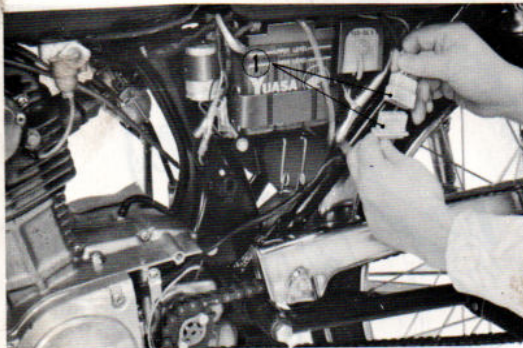

Fig. 29 ① Connection multifils
- 8) Débrancher la connection multifils. (Fig. 29)